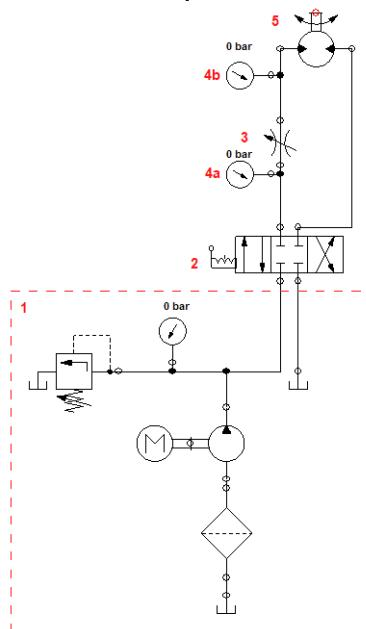

Figure 1
1) Le schéma ci-dessous (**Figure 1**) représente le circuit d'une installation hydraulique utilisée pour commander un moteur
- b) Dessiner, avec le logiciel, le montage correspondant au schéma ci-dessous (**Figure 1**), puis réaliser sa simulation.